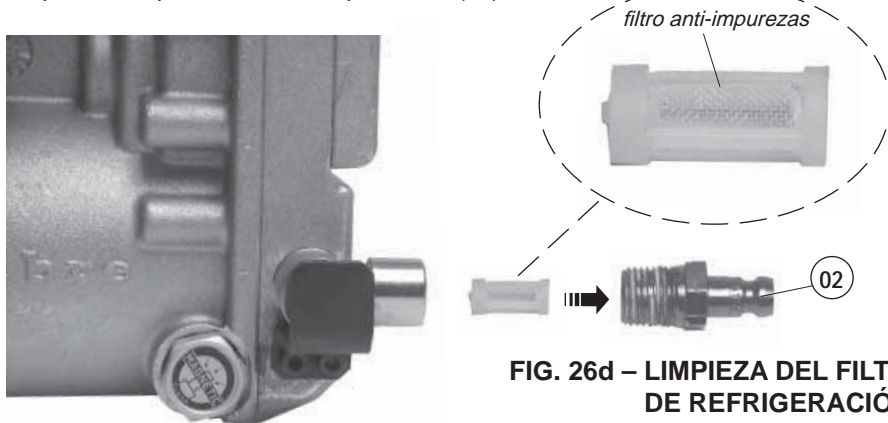

FIG. 26d – LIMPIEZA DEL FILTRO DE REFRIGERACIÓN
13.1.5) Limpieza del filtro de refrigeración (Ref. a Fig. 26d)
- Utilizando una llave hexagonal fija de 14 mm desatornillar el acoplamiento (02).
- Reinsertar el filtro dentro del acoplamiento (02) como se muestra en la Fig. 26d.
- Apretar completamente el acoplamiento (02).